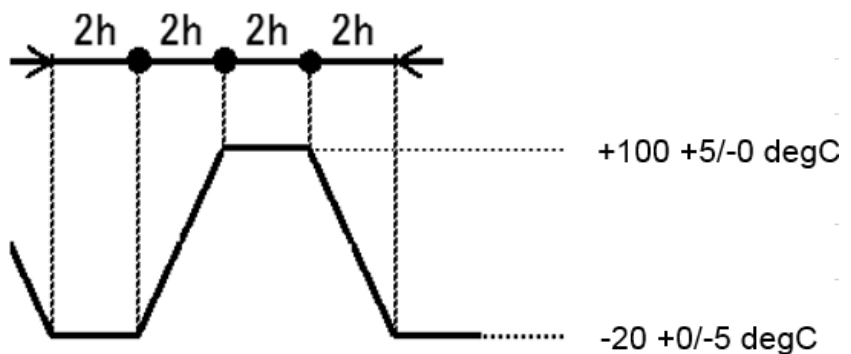

Fig7.温度条件 Temperature conditions
- 4) 恒温恒湿槽の電源をいれ、温度設定を Fig7 のようにプログラムする。
- 4) Turn on the power supply of the thermo-hygrostat, and program the temperature setting as shown Fig.7.